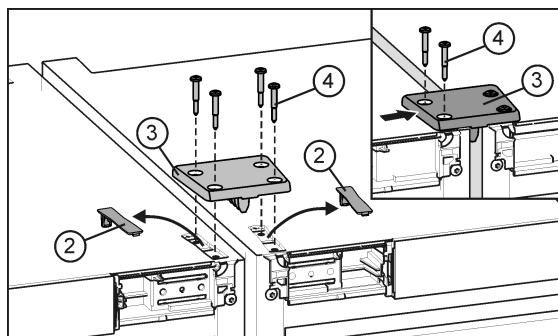

Fig. 22
- Desencaje y retire las cubiertas Fig. 22 (2).
- Coloque la placa de unión Fig. 22 (3) y fíjela ligeramente con dos tornillos Fig. 22 (4) en un aparato.